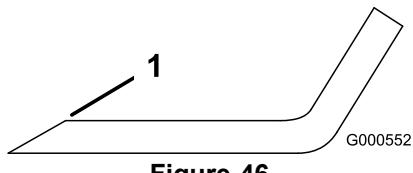
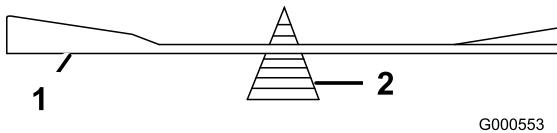

Figure 46
Figure 47
1. Au moyen d'une lime, aiguissez les tranchants aux deux extrémités de la lame (Figure 46). Veillez à conserver
2. Vérifiez l'équilibre de la lame en la plaçant sur un équilibrage (Figure 47). Si la lame reste horizontale, elle est équilibrée et peut être utilisée. Si la lame est déséquilibrée, limez un peu l'extrémité de la partie relevée seulement (Figure 46). Répétez cette procédure jusqu'à ce que la lame soit équilibrée.